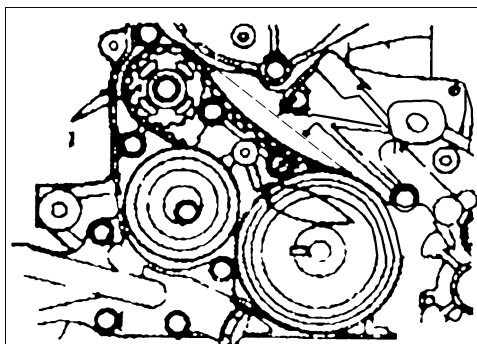

图 2-34 确认带轮与前盖上的标记对齐
⑤ 如图 2-34 所示，确认带轮与前盖上的标记对齐。
⑥ 用食指压下正时带 B 的张紧器一侧的中央部分，齿带压力量为 5~7mm。
(5) 拧紧曲轴螺栓 使用专用工具固定飞轮。